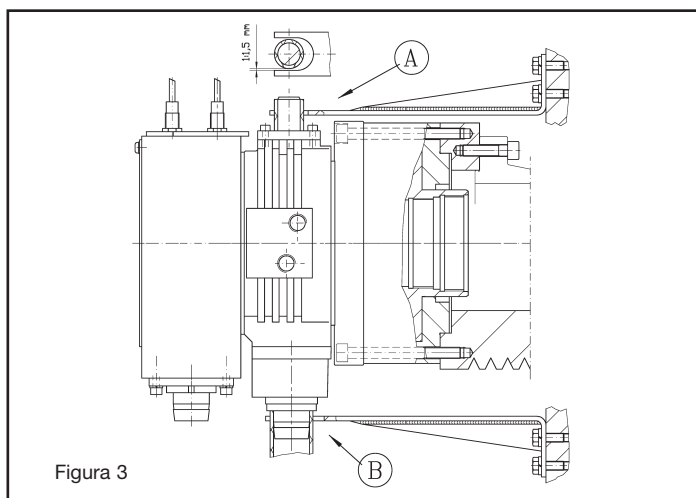

Figura 3
- 3.3 Il collettore di alimentazione e di drenaggio (parte non rotante del cilindro) va mantenuto in posizione a mezzo di una forcella ancorata alla macchina come presentato in figura 3 (soluzione A oppure B). Tale forcella deve avere un'asola di guida che si impegna preferibilmente sul raccordo di drenaggio dell'olio oppure su un perno rivestito in gomma e fissato nella parte superiore del collettore. La forcella non deve esercitare spinte assiali e deve avere 2-3 mm. di gioco radiale; essa mantiene i raccordi di drenaggio dell'olio e del refrigerante verticali in modo da facilitarne il deflusso per gravità.